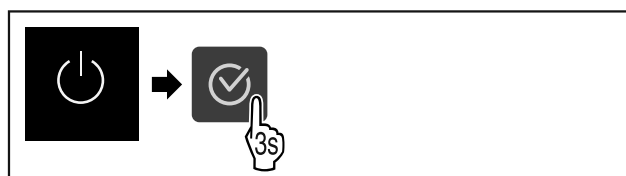

Fig. 25
► Wykonać czynności (patrz Fig. 25) .